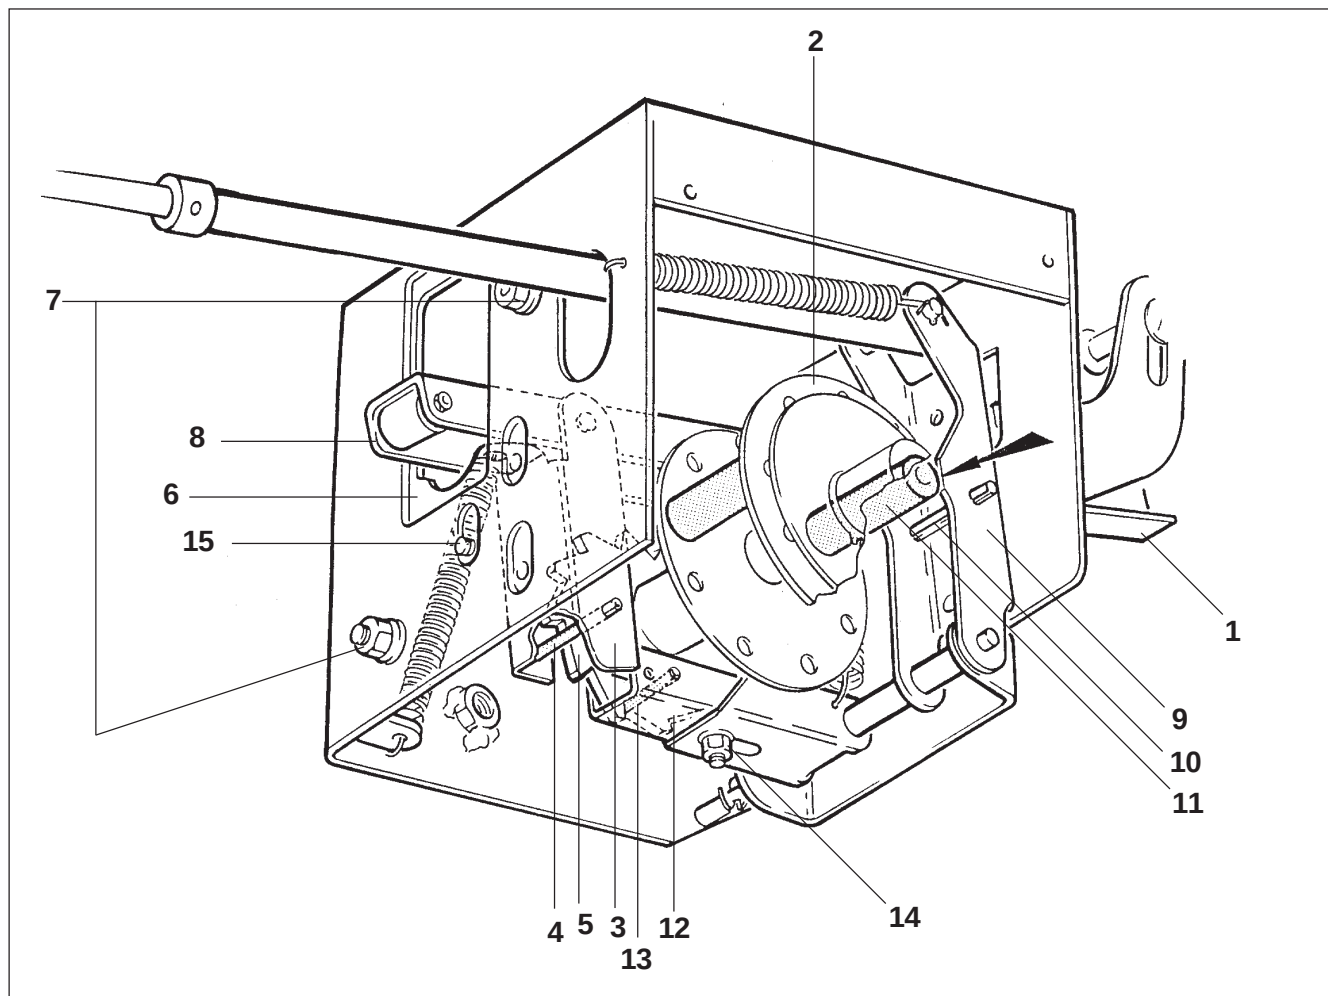

Fig. 26.57
La roue programmatrice est correctement réglée, lorsque tous les galets de manoeuvre (fig. 26. 57/11) viennent en contact 2 ou 3 mm en-deça de la limite supérieure (voir flèche, fig. 26.57) du rebord du levier basculeur (fig. 26. 57/9). Réglez le cliquet de retient (fig. 26. 57/12) en procédant comme suit :
- Après avoir actionné le levier (fig. 26. 57/1), le mouvement de la roue programmatrice est arrêté par la goupille fendue (fig. 26. 57/13) du cliquet anti-retour. Le réglage s'opère en déplaçant le cliquet anti-retour (fig. 26. 57/12). Veillez à ne pas omettre de resserrer à fond la vis 6 pans M 6x12 (fig. 26.57/14) desserrée avant réglage.
- les galets de manoeuvre (fig. 26. 57/11) viennent, après chaque enclenchement, en contact 2 à 3 mm en deça de la limite supérieure (voir flèche, fig. 26.57) du rebord du levier basculeur et si